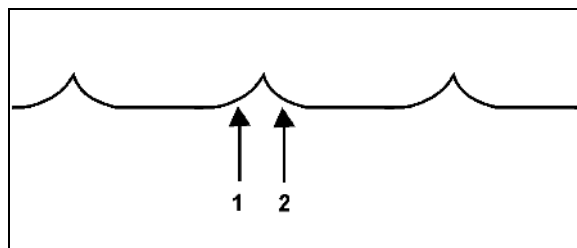

Рис. 43
- **Рис. 43** – правильная регулировка рядов дисков.